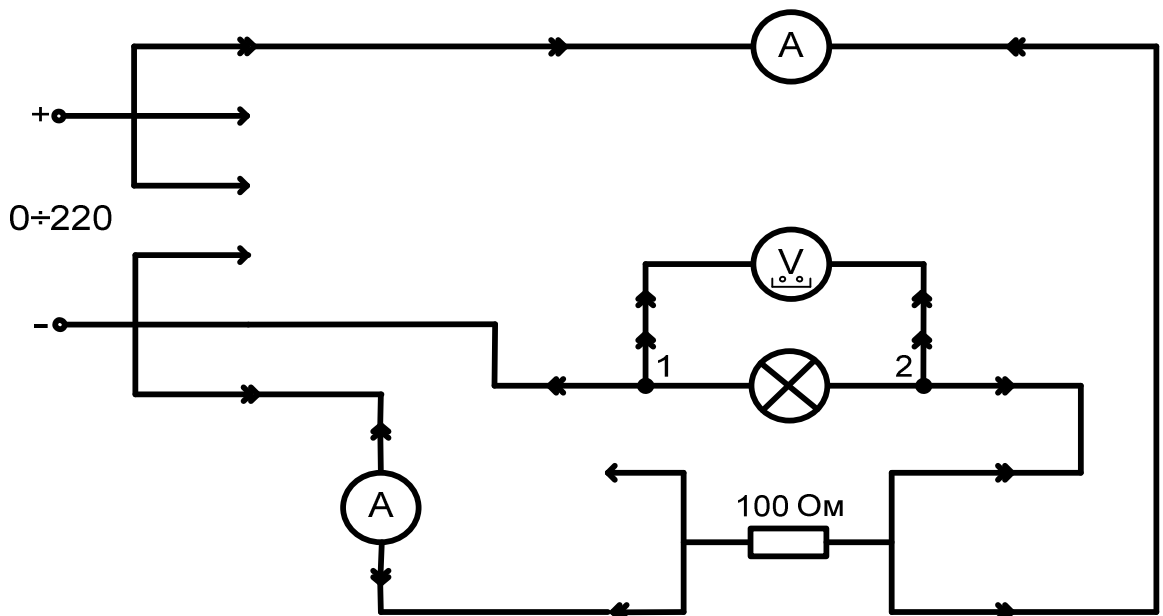

Рис. 9.4
9.4.7. Собрать электрическую цепь (рис. 9.4). Снять вольт-амперную характеристику при параллельном соединении лампы и резистора, изменяя напряжение на входе от 0 до 150 В, но ток в цепи резистора не должен превышать 0,7 А.
9.4.8. Построить вольт-амперную характеристику всей цепи (рис.9.4) по результатам измерений и сравнить ее с вольт-амперной характеристикой цепи, полученной при сложении ВАХ лампы и резистора по току, т.к. напряжение на них общее. Сделать выводы.